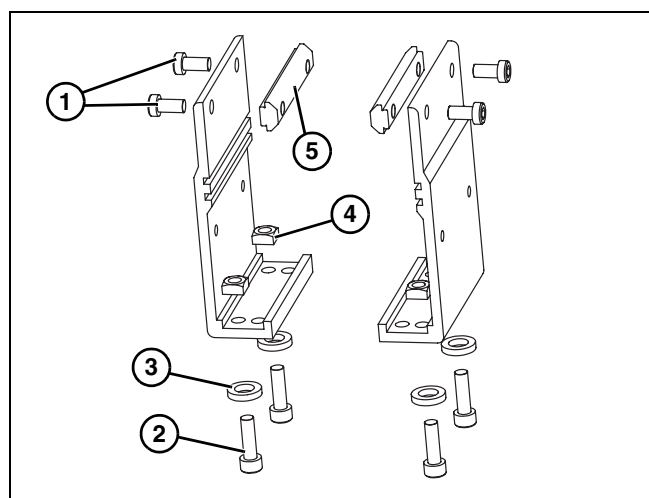
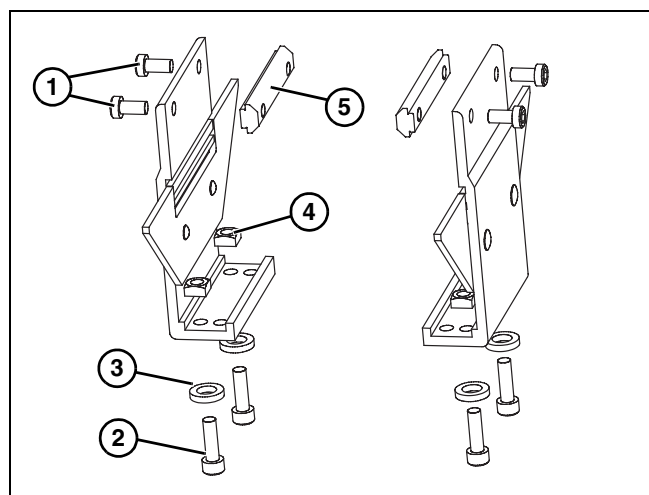
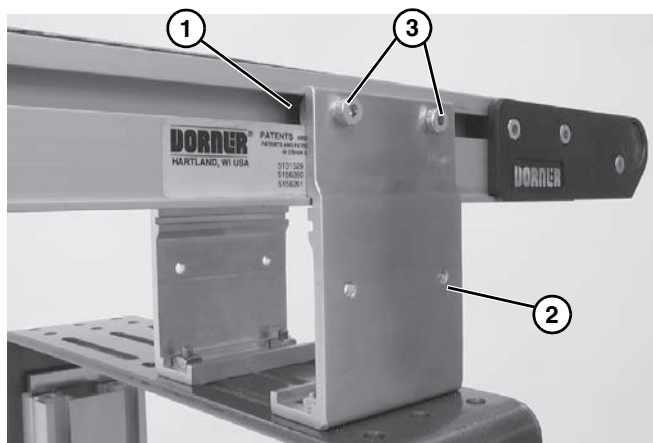

Figure 8
Figure 9
Figure 10
1. Localisez les fixations. Vues éclatées indiquées en Figure 8 et Figure 9.
2. Retirez les vis (**Figure 8, item 1 et 2**) puis (**Figure 9, item 1 et 2**), les rondelles (**Figure 8, item 3**), les écrous (**Figure 8, item 4**) et les barres en T (**Figure 8, item 5**) des supports.
3. Insérez les barres en T (**Figure 8, item 5**) et (**Figure 9, item 5**) dans les fentes latérales du convoyeur (**Figure 10, item 1**). Montez les fixations (**Figure 10, item 2**) sur le convoyeur à l'aide des vis de montage (**Figure 10, item 3**).